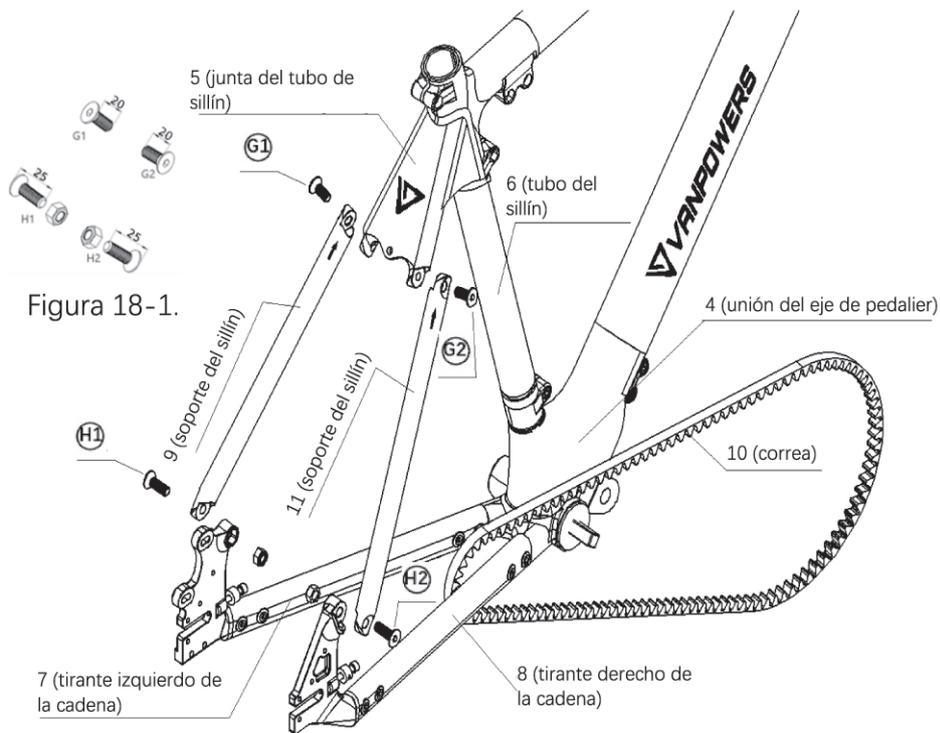

Figura 18-2.
b. Instale las piezas 9 y 11, como se muestra en la Figura 18-2. Bloquee previamente G1, G2 y H1, H2 en sus posiciones originales, como se muestra en la Figura 18-2. No apriete los tornillos todavía; sólo asegúrese de que no se caigan.